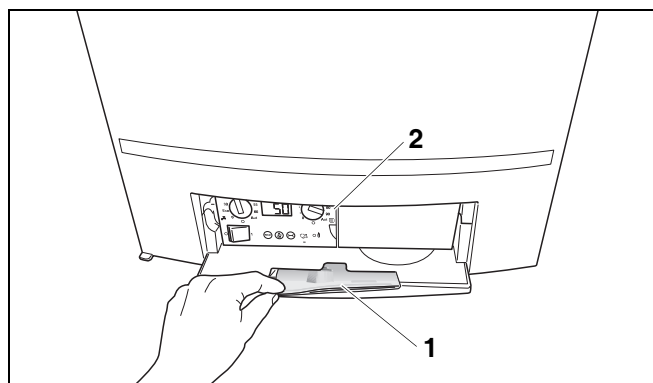

Fig. 49 BC10 e Istruzioni d'uso
Il regolatore di base BC10 si trova dietro il portello sul lato sinistro (fig. 49, pos. 2).
Sul retro del portello c'è un vano contenente le istruzioni per l'uso della caldaia (fig. 49, pos. 1).